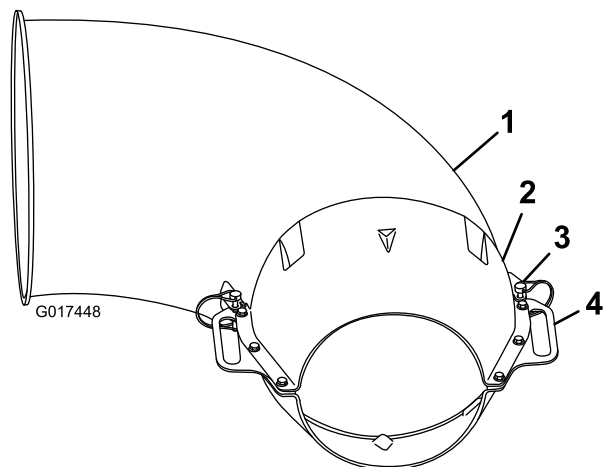

Figura 4
2. Introduzca los pasadores de retención a través de los taladros de las pletinas de montaje y las asas para sujetar la extensión de la tobera al extremo de la tobera (Figura 4).